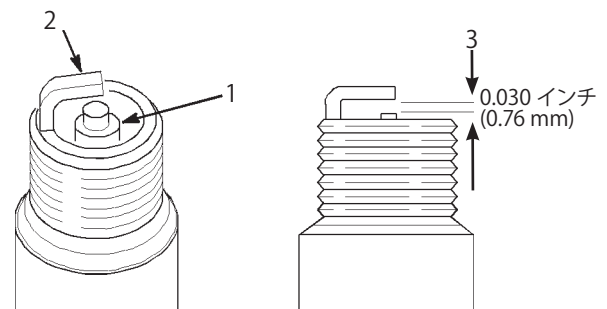

図58
- 中央の電極部 (図58) を観察する。薄茶色や灰色になっていれば正常に燃焼している。碍子が黒くなっているのは不完全燃焼である (エア・クリーナの汚れが原因であることが多い)。
- すきまゲージでエア・ギャップの点検を行い、隙間の大きさが適切でなければ側面の電極を注意深く曲げて調整する (図58)。